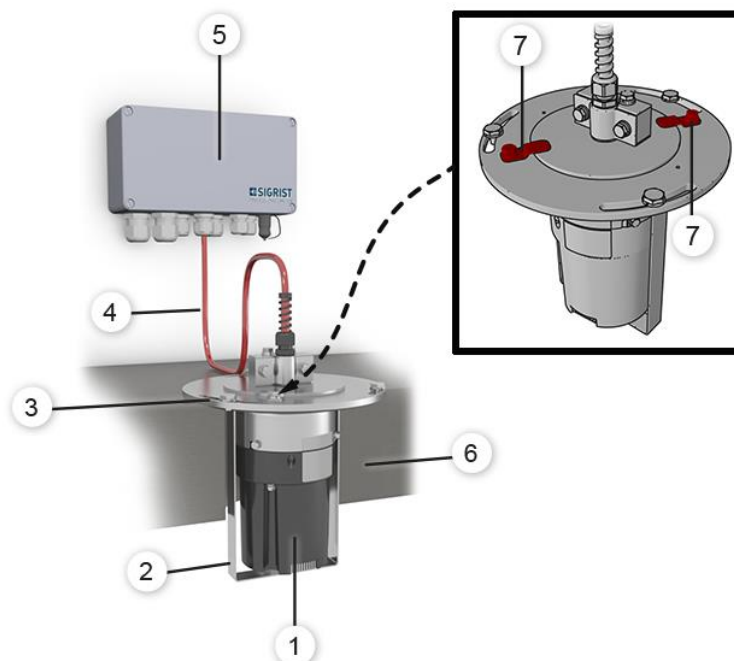

Figure 8: montage entrevoutes
2.	Fixer le dispositif de montage avec le FireGuard 2 pré-monté sur le support de fixation (Figure 8, pos. 3) à l'aide des trois vis(cercles). A: voute du tunnel i Les perçages pour la fixation du support doivent exister.
3.	Orienter le photomètre comme suit: 1. Libérer les deux languettes de fixation (Figure 8, pos. 7). 2. Ajuster la position du photomètre sur l'axe de la circulation. i La marque (X) doit être alignée sur la direction du flux d'air (Y) dans le tunnel. 3. Bloquer les deux languettes de fixation (Figure 8, pos. 7).